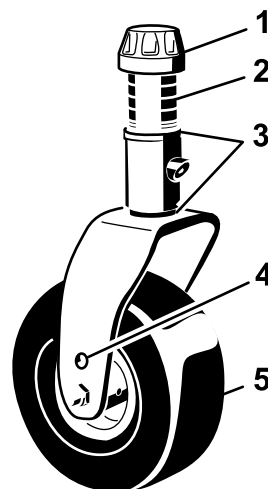
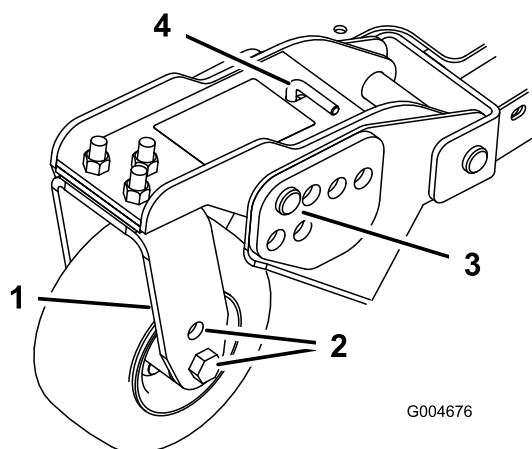
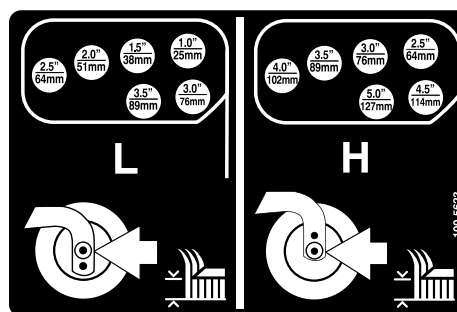

Figura 19
Figura 21
Figura 22
1. Posizionate gli assali delle ruote orientabili negli stessi fori di tutte le forcelle (Figura 19 e Figura 21).
2. Togliete il cappuccio di tensione dall'asse del perno ed estraete il perno dal braccio della ruota orientabile (Figura 19).
- Togliete la coppiglia ed i perni con testa dai bracci di rotazione delle ruote orientabili (Figura 21).
- Girate il tenditore per alzare o abbassare il braccio di rotazione finché i fori non sono allineati con i fori della staffa dell'altezza di taglio selezionati, nel telaio del piatto di taglio (Figura 21 e Figura 22).